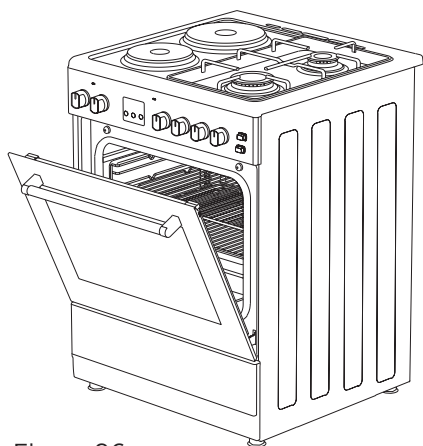

Figura 26
2. Coloque el panel de seguridad debajo del panel de control abriendo el cristal de la cobertura frontal del horno (Figura 26)